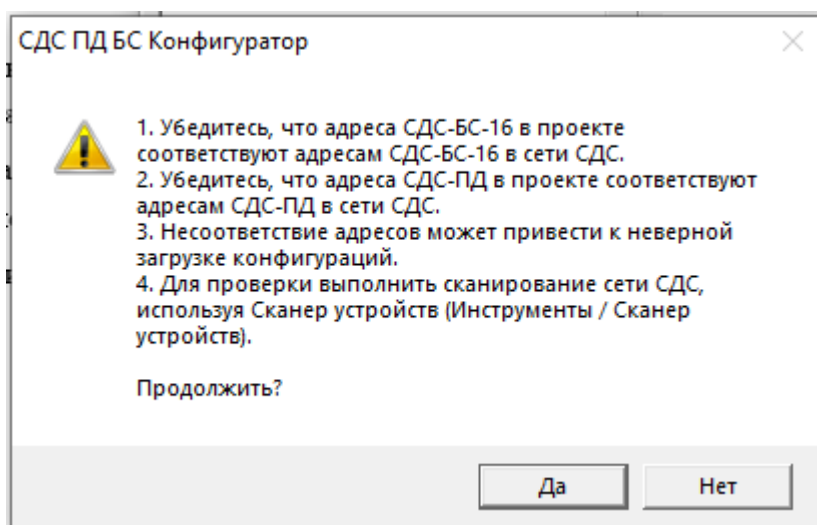

Рис.5.1
5.3 Для загрузки проекта в оборудование выбрать вкладку «Файл» и в ней «Сохранить проект В СДС». После выбора «Сохранить проект В СДС» появится окно с предупреждением, чтобы еще раз проверили верность подготовленной сети СДС рис. 5.1.